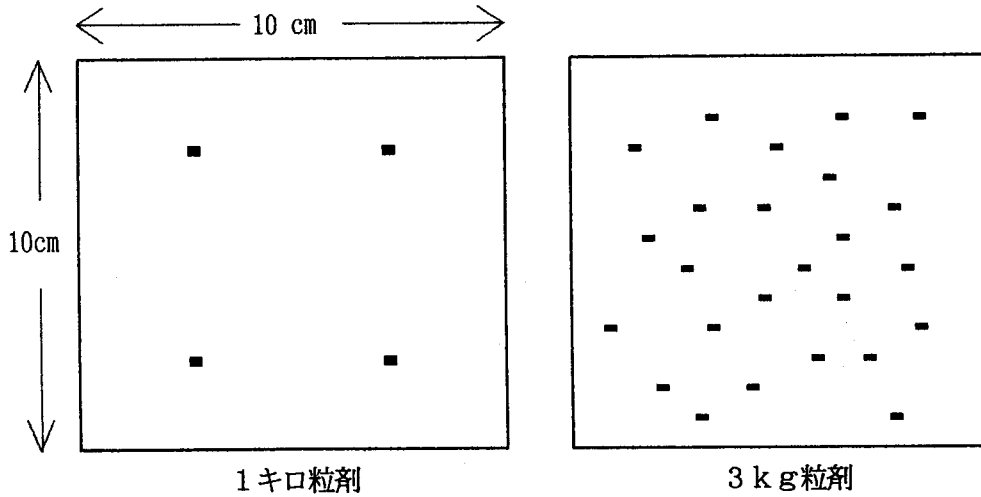

図1 1キロ粒剤と3kg粒剤散布における圃場内落下状態の目安（模式図）
(1) 1キロ粒剤散布における圃場内分散の目安を図1に示した。
(2) 過剰散布は葉害の発生する恐れがあるので、事前に散布機を調整し、吐出量の確認を必ず行い、規定量の均一散布にあたること。
(3) 使用機種種の吐出量の調整を以下の手順に従って行くと、効率の良い散布が可能となる。